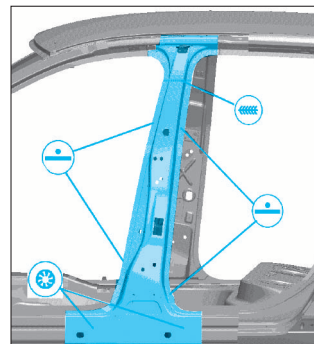

FIG. 19
- Souder le pied milieu intérieur, soudure par perçage et bouchonnage sous protection gazeuse (Fig.19).